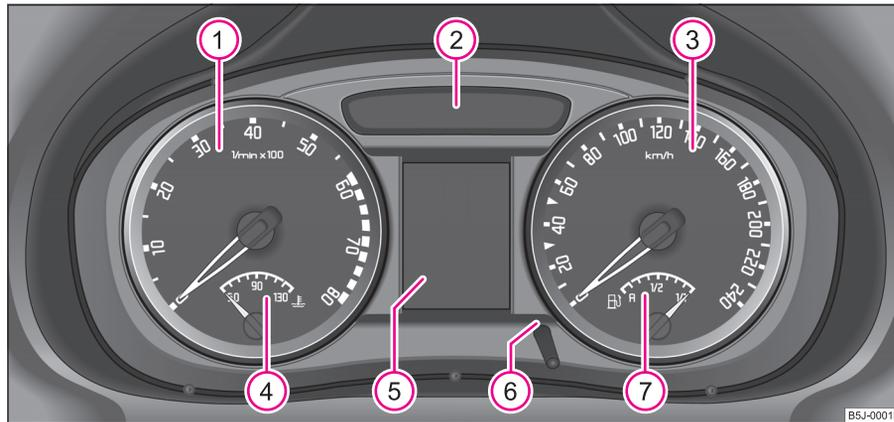
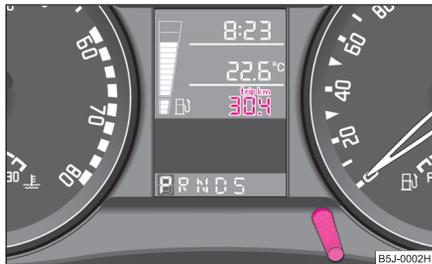

Abb. 2 Kombiinstrument
Abb. 3 Display: Zähler für zurückgelegte Fahrstrecke
Der Beginn des roten Bereiches im Drehzahlmesser ① ⇒ Abb. 2 kennzeichnet für alle Gänge die maximal zulässige Motordrehzahl des eingefahrenen und betriebswarmen Motors. Vor Erreichen dieses Bereiches sollten Sie in den nächst höheren Gang schalten bzw. die Wählhebelstellung **D** des automatischen Getriebes wählen.
Die Kühlmitteltemperaturanzeige ④ ⇒ Seite 9, Abb. 2 arbeitet nur bei eingeschalteter Zündung.
Die Kraftstoffvorratsanzeige ⑦ ⇒ Seite 9, Abb. 2 arbeitet nur bei eingeschalteter Zündung.
Durch kurzes Drücken des Rückstellknopfs (6) ⇒ Seite 9, Abb. 2 können Sie zwischen dem Tages- und Gesamtzähler der zurückgelegten Fahrstrecke umschalten. Zum Erkennen, welcher Zähler für zurückgelegte Fahrstrecke auf dem Display gerade angezeigt wird, erscheint über dem Tageszähler **trip** ⇒ Abb. 3.
Zum Einstellen der Uhrzeit ist links unten neben dem Geschwindigkeitsmesser ein Rückstellknopf angebracht ⇒ Seite 9, Abb. 2.